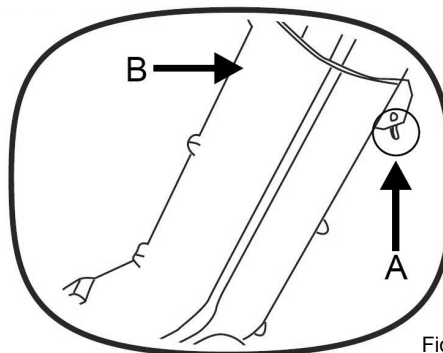

Fig. 7
Presione el botón de altura ajustable (A) y deslice el tubo de la Sopladora/Aspiradora (B) hasta alcanzar la altura deseada. Puede alcanzar una longitud de 76 cm (30"). Vea la Fig. 7